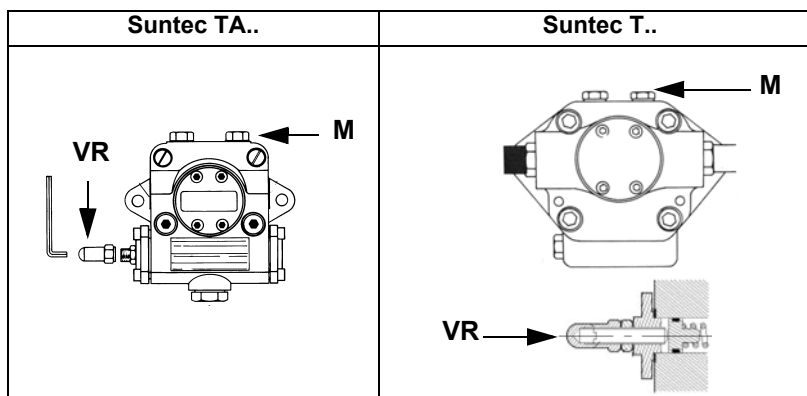
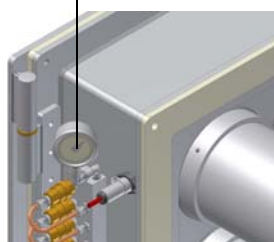

Рис. 15
Рис. 16
- 3 выпустить воздух со штуцера (**M**) манометра насоса (Рис. 15), расслабив слегка заглушку, но не снимая ее; затем отпустить контактор;
Давление питания форсунки уже отрегулировано заранее на заводе-изготовителе и не должно изменяться. Только в случае необходимости, отрегулировать давление питания (см. соответствующий параграф) следующим образом: установить манометр в положение, указанное на Рис. 16, воздействовать на регулировочный винт **VR** насоса (см. Рис. 15 и на стр 21) до получения на форсунке давления в 20 или 25 бар (форсунки Vergonzo или Fluidics/UNIGAS M3 - см. график на Рис. 14);